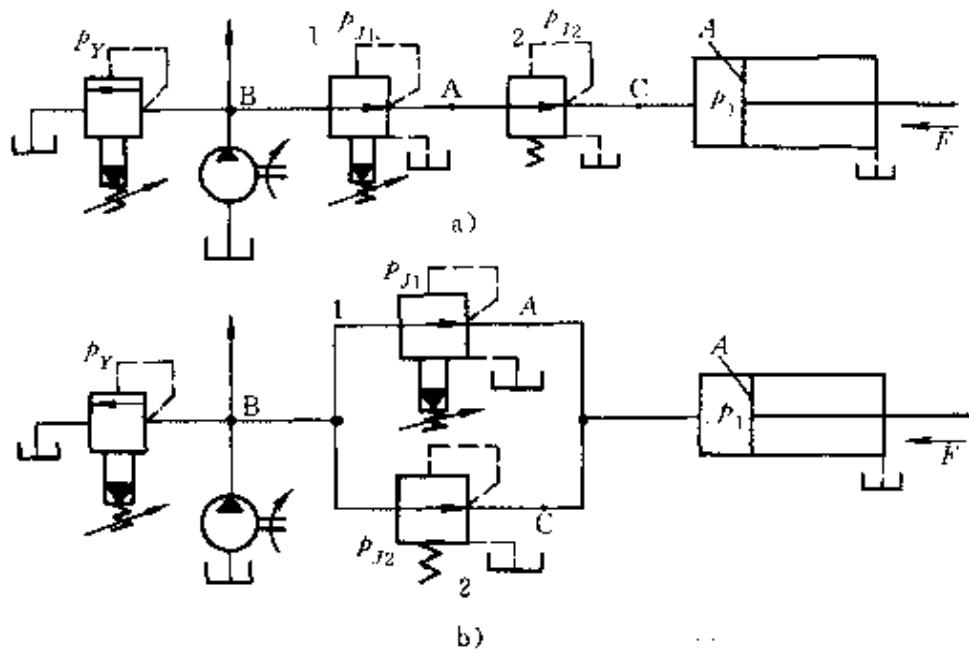

图 7-45 减压阀串联和并联
(2) 顺序阀进、出口压力 进口压力为 (6.9~7.1) MPa；出口压力为 4MPa。
**例 11** 如图 7-45 所示，两个减压阀分别为串联和并联，已知减压阀的调整压力  $p_{J1}=3.5 \text{ MPa}$ ,  $p_{J2}=2 \text{ MPa}$ ，溢流阀的调整压力  $p_Y=4.5 \text{ MPa}$ ，活塞运动时要克服的外负载  $F=1.5 \text{ kN}$ ，活塞无杆腔面积  $A=15 \text{ cm}^2$ ，不计一切损失，问活塞运动时和达到终点时，A、B、C 各点压力是多少？若负载增加到  $F_2=5 \text{ kN}$  时，各阀的调整压力值不变，这种情况下的 A、B、C 各点压力又是多少？
**解：**(1) 活塞运动时和到达终点时，A、B、C 各点压力 活塞运动时，由负载  $F=1.5 \text{ kN}$  产生的负载压力